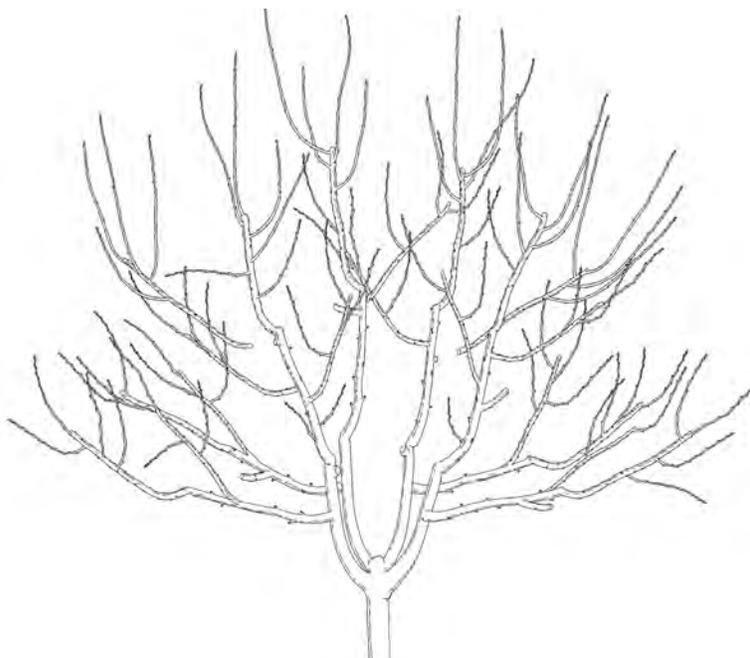

Figura 36
- Para favorecer la penetración de luz y la producción de madera fructífera en todo el árbol, quite o recorte cualquier rama grande que se extienda más allá de las ramas inferiores (Figura 36).